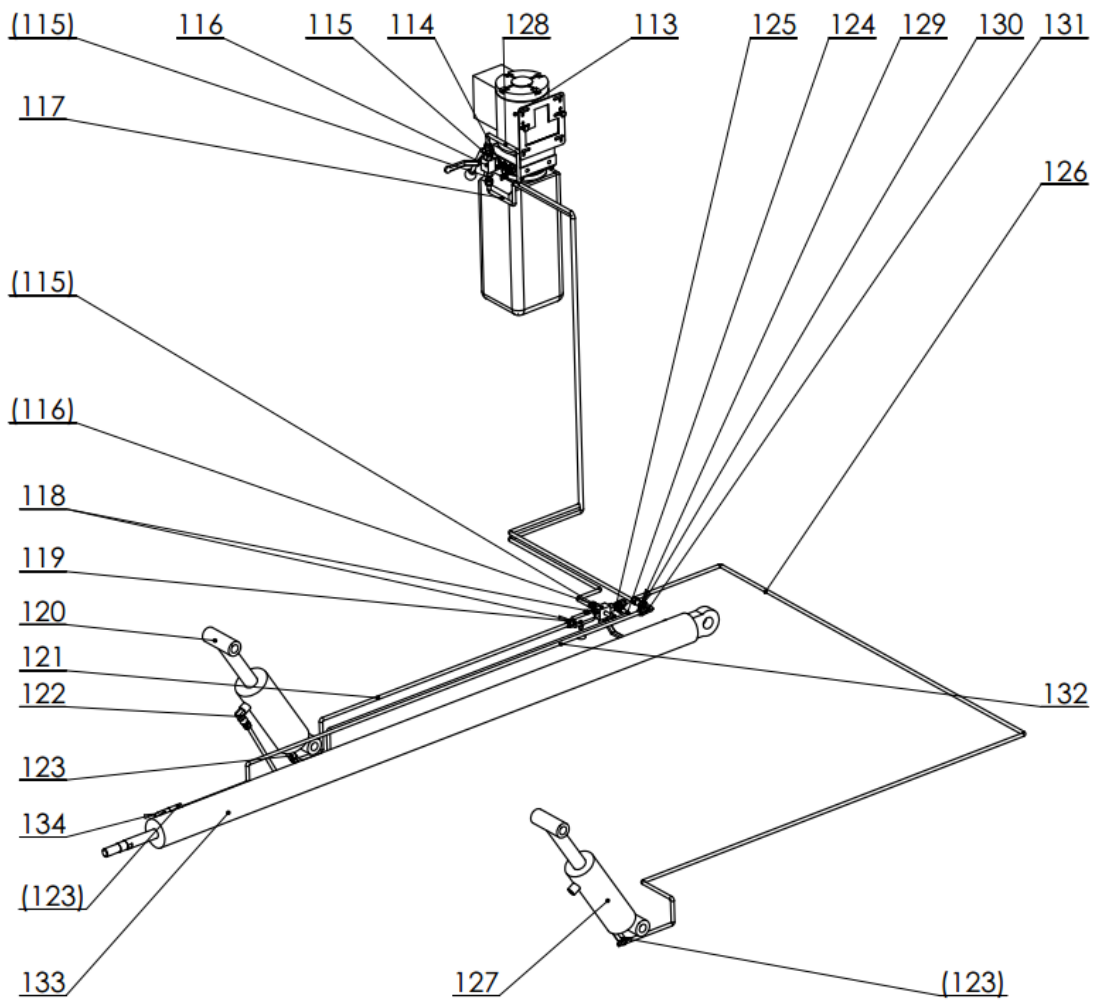

Abbildung 8
Step 4: Installieren Sie die Hydraulik-Elemente und Hydraulikverbindungen (Abbildung 8)